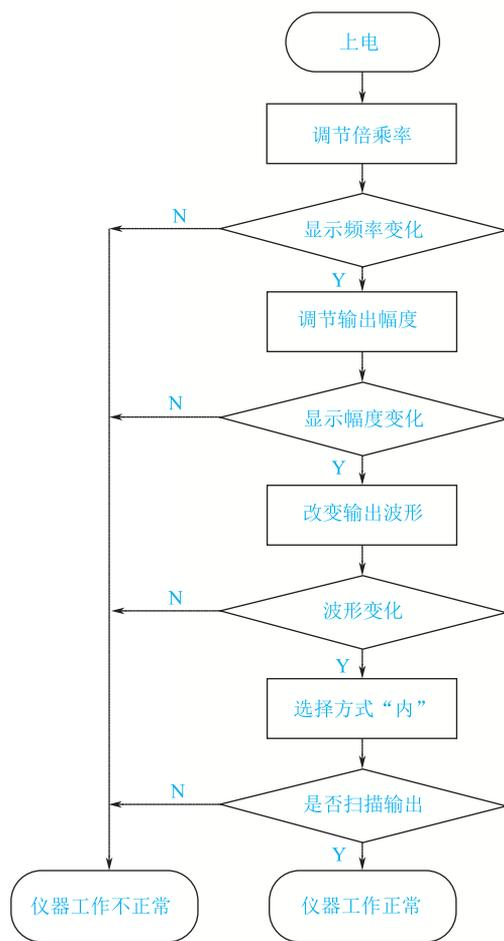

图 2-10 自校检查程序
- (1) 在使用本仪器进行测试工作之前，可对其进行自校检查，以确定仪器工作正常与否。
- (2) 自校检查程序见图 2-10。